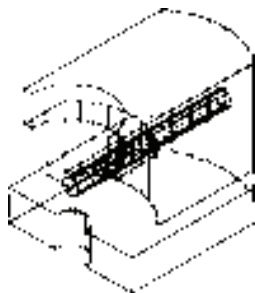

图 11-99 创建圆柱体
14) 单击“建模”工具栏中的“圆柱体”按钮, 以坐标原点为圆心，创建半径为“5”，高“100”的圆柱体。结果如图 11-99 所示。